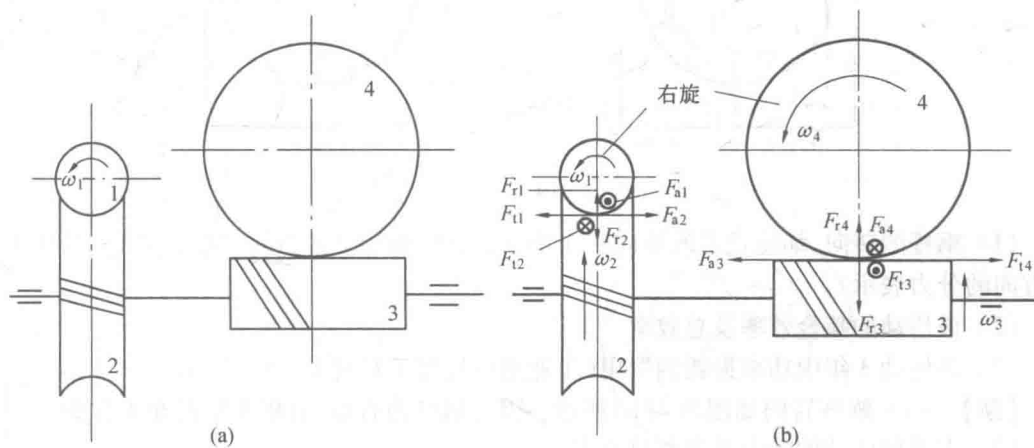

图 5.3
【例 5.9】 图 5.3(a) 所示为二级蜗杆传动, 蜗杆 1 为主动轮。已知: 输入转矩
【解】 (1) 各轴的转向、蜗轮 2 及蜗轮 4 的轮齿旋向、蜗杆和蜗轮所受各分力的方向均示于图 5.3(b) 中。(说明: 因蜗轮 2 和蜗杆 3 右旋, 故蜗杆 1 和蜗轮 4 亦为右旋, 由左右手定则可知, F_{a1} 垂直纸面向外, F_{t2} 垂直纸面向里, 故蜗轮转向向上; 由于 F_{t1} 与受力点运动方向相反, 可得 F_{t1} 向左。蜗杆 3 与蜗轮 2 转向相同, 由左右手定则可知, F_{a3} 向左, F_{t4} 与受力点运动方向相同, 故轮 4 逆时针转动)
- (2) 求高速级蜗杆与蜗轮上各分力的大小。由于